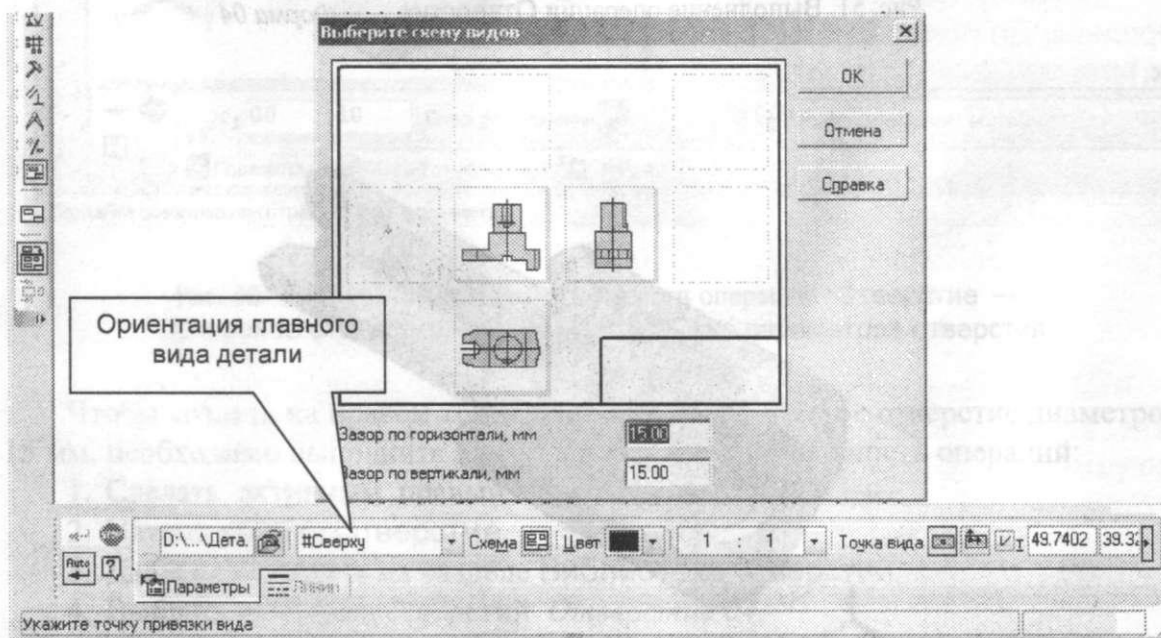

Рис. 53. Панель Свойств команды Ассоциативные виды: выбор схемы размещения ассоциативных видов детали
4. На панели Свойств команды Стандартные виды (рис. 53) выбирают параметры:
- при нажатии кнопки Схема открывается окно, в котором в схеме из шести стандартных видов выбирают требуемые для детали проекции: *Главный вид*, *Вид сверху*, *Вид справа*, *Вид слева*, *Изометрия YZX* или любой из них (см. рис. 53). Выбор видов заканчивают кнопкой ОК.
9.3. В появившемся списке файлов найти файл «Деталь-Цилиндр» и открыть его. Появится строка параметров (см. рис. 53). В окне Ориентация главного вида выбрать ориентацию «Снизу». Во вкладке Схема выбрать необходимые проекции (указать курсором) – «Вид сзади», «Вид сверху», «Вид справа» (или «Вид слева»).